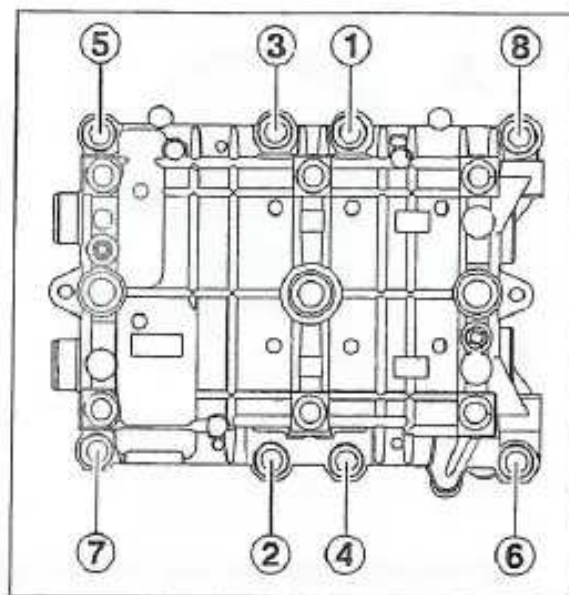

FIGURA 1-36
- Montar los tornillos de fijación de la caja y apretarlos al par de apriete prescrito (figura 1-36).